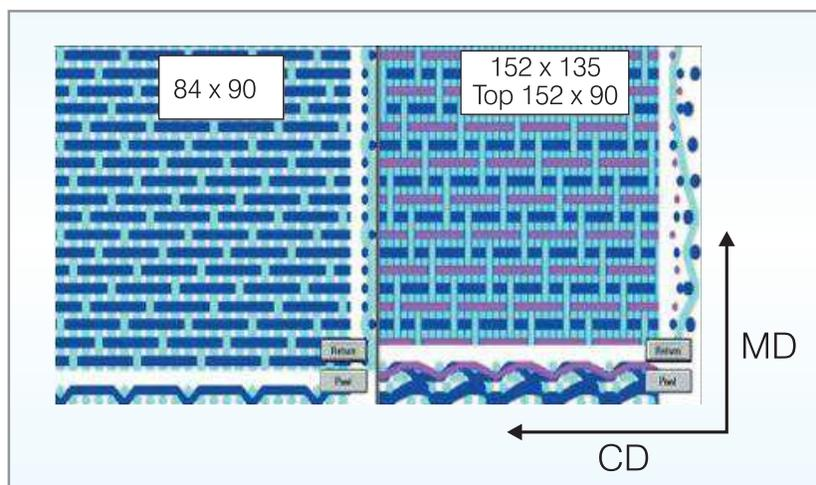

Figura 4: 84 x 90 laje simples e 152 x 135 dupla laje e meia
Mesh (MD) x Count (CD). O *mesh* da tela formadora refere-se ao número total de fios MD da tela por centímetro ou polegada. O *count* refere-se ao número total de fios CD da tela por centímetro ou polegada. Para uma tela de dupla camada e meia, o *count* sobre a superfície superior é, na verdade, dois terços do *count* total. Se compararmos uma laje simples, com um nível de *count* de 90, a uma tela dupla com suporte, com um nível de *count* de 135, veremos que o *count* real do lado superior de ambas é igual (figura 4). As duas telas têm, no seu lado superior, 90 fios CD por polegada.